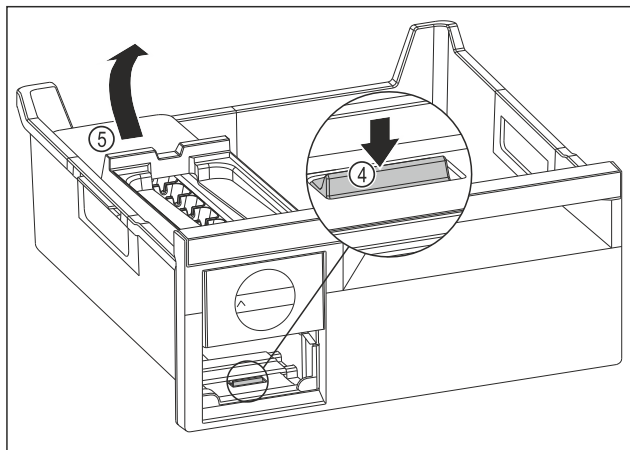

Fig. 117
- Ta ut EasyTwist-Ice-enheten: Tryck ned skenan Fig. 117 (4) med fingret och lyft samtidigt EasyTwist-Ice-enheten Fig. 117 (5) bakifrån med andra handen.